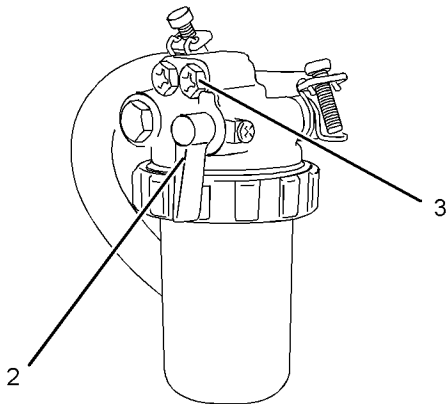
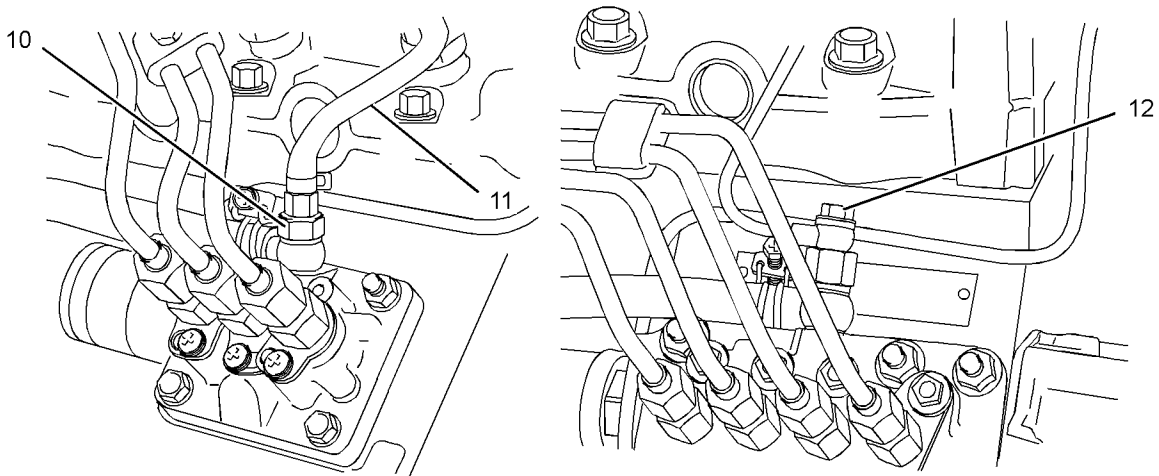

Abbildung 49
Abbildung 53
1. Prüfen, dass das Kraftstoffventil (2) des Kraftstoffgehäusefilters in Position ON steht. Siehe Abbildung 49 .
3. Handentlüftungspumpe (6) betätigen. Wenn keine Luftblasen mehr im ausfließenden Kraftstoff vorhanden sind, die Entlüftungsschraube schließen.
4. Verbindung (10 oder 12) an der Kraftstoffeinspritzpumpe lösen. Siehe Abbildung 53 .
3. Leitungsmontierte Entlüftungspumpe (7) betätigen. Wenn keine Luftblasen mehr im ausfließenden Kraftstoff vorhanden sind, die Entlüftungsschraube schließen.
3. Die elektrische Entlüftungspumpe (8) betätigen. Wenn keine Luftblasen mehr im ausfließenden Kraftstoff vorhanden sind, die Entlüftungsschraube schließen. Elektrische Entlüftungspumpe ausschalten.
3. Kraftstoffförderpumpe (9) betätigen. Wenn keine Luftblasen mehr im ausfließenden Kraftstoff vorhanden sind, die Entlüftungsschraube schließen. Kraftstoffförderpumpe ausschalten.
4. Verbindung (10 oder 12) an der Kraftstoffeinspritzpumpe lösen. Siehe Abbildung 53.